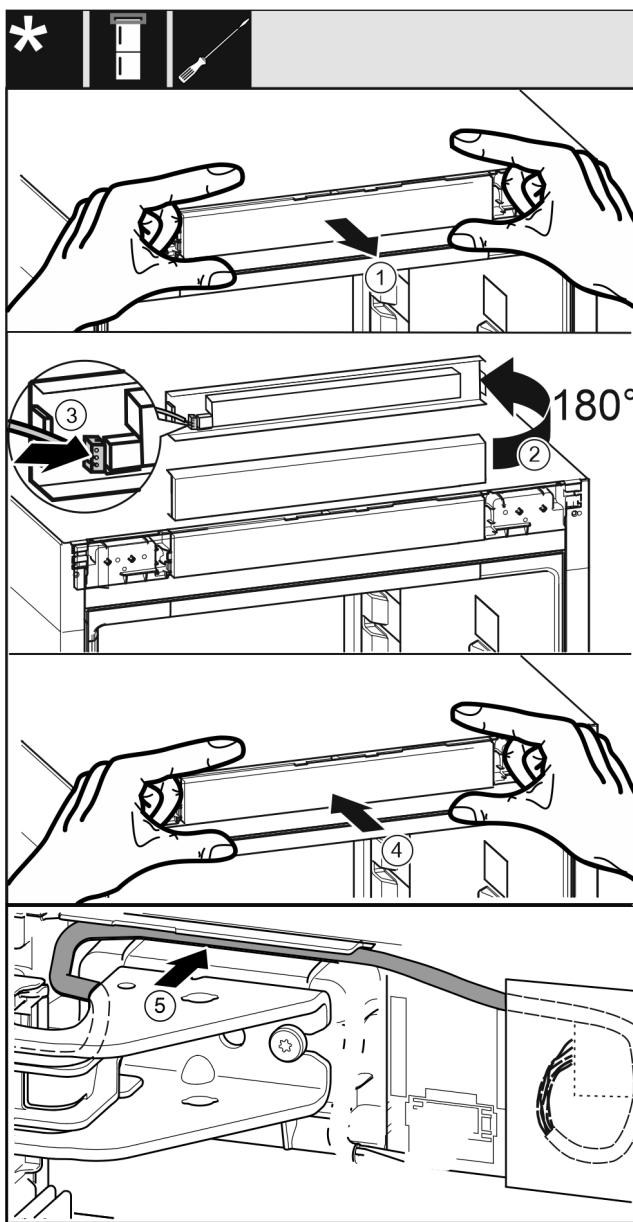

Fig. 43
- Extrageți cu precauție masca de operare. Fig. 43 (1)
- Rotiți masca cu 180° în sus. Fig. 43 (2)
- Fixați în poziție fișă la masca piesei de operare. Fig. 43 (3)
- Fixați din nou în poziție masca de operare la aparat. Fig. 43 (4)
- Pozați cu precauție cablul gri în ghidaj deasupra suportului superior de lagăr. Fig. 43 (5)